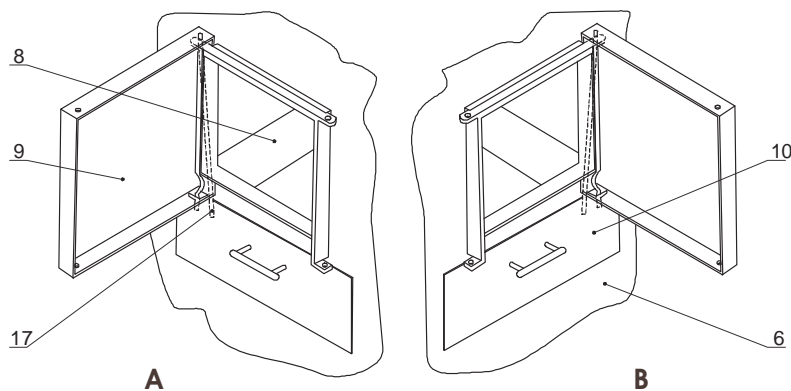

Рис.2
Перед установкой печи необходимо выбрать желаемое направление открывания дверец топки. При необходимости дверцы топки переставить из левого положения (см. рис. 2, вариант А) в правое (вариант В).
- снять дверцы (9), вытащив ось шарниров (17) дверец, как показано на рис. 2
- вытащить зольник (10)
- снять передний щит (6), открутив четыре болта крепления
- через отверстие в стене (4) просунуть тоннель корпуса печи (8)